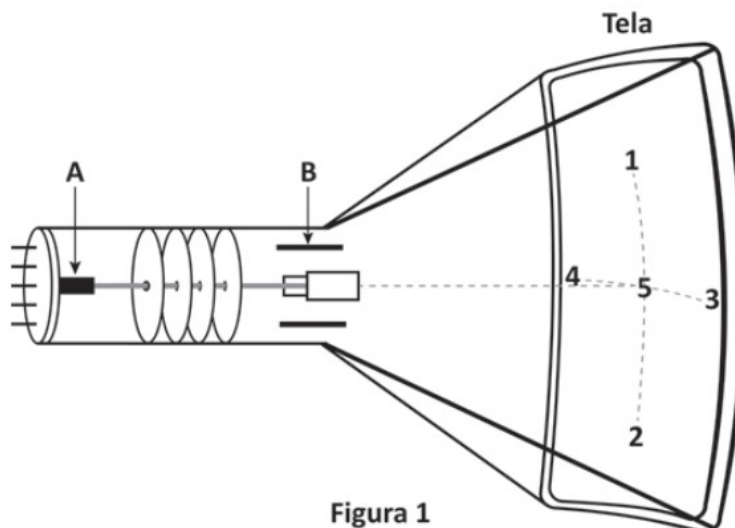

Figura 1
04. A Figura 1 apresenta o esquema de um tubo de imagem em que um filamento, na posição A, libera elétrons por efeito termiônico.